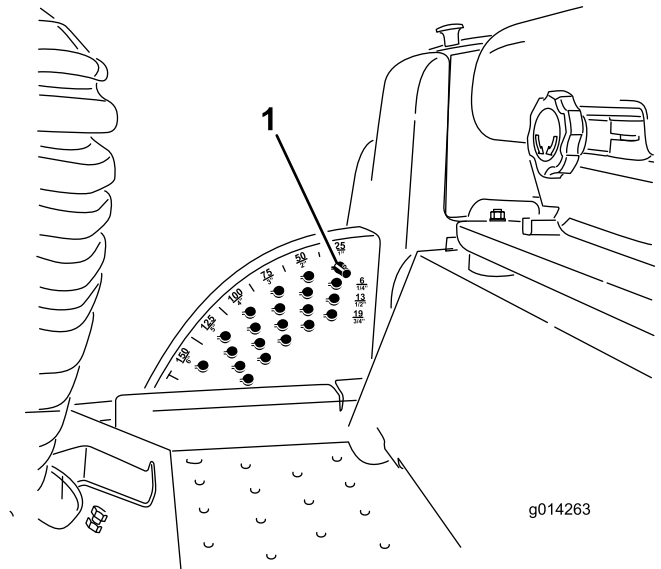

图 8
1. 在发动机运行的同时向后推滚刀组提升开关直至滚刀组完全升起然后**立即松开开关**图 8。
2. 要调节剪草高度请旋转限位销直至销上的小块与剪草高度支架孔内的槽在一条线上然后取下限位销图 8。
3. 选择剪草高度支架对应所需剪草高度的孔插入限位销将其向下旋转并锁定到位图 8。
注意 共有 4 排孔的位置图 8。最上面的一排是高于限位销的列明剪草高度。其下第二排的剪草高度为列明剪草高度加 6mm。其下第三排的剪草高度为列明剪草高度加 12mm。最下面一排的剪草高度为列明剪草高度加 18mm。15.8cm 位置仅有 1 个孔位于第二排。此孔不需添加 6mm 即可到达 15.8cm 的位置。